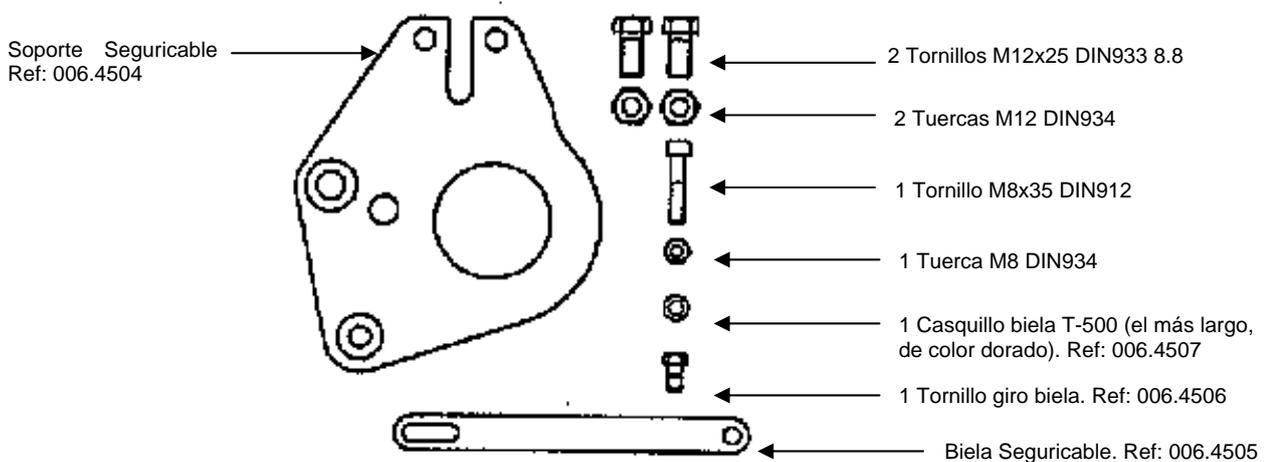

Fig. 2-53 Kit de acoplamiento T-500
- Kit de acoplamiento Seguricable 006.451 (Ver Fig. 2-53).